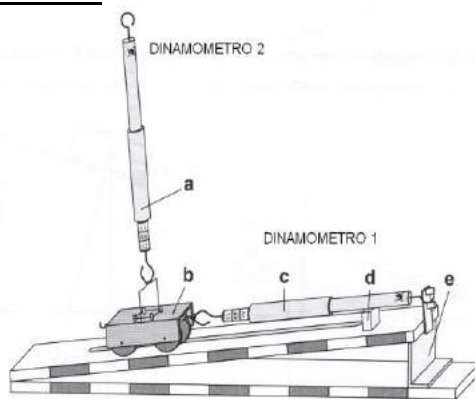

Figura 1 Fuente: LD Didactic
1. Corregir los dinamómetros al punto cero (0)
3. El montaje debe quedar como ésta indicado en la figura 1. Mida la altura del ángulo en L.